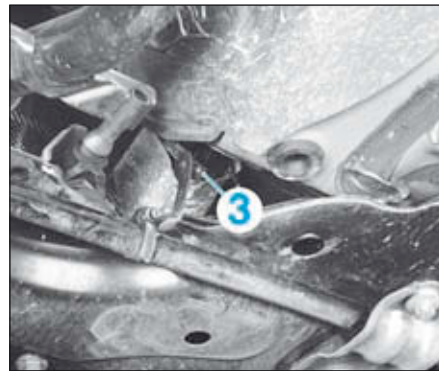

FIG.13
- Désaccoupler, sur les versions équipé de lampes au xénon, la biellette (3) du capteur avant de hauteur de caisse (**Fig.13**).